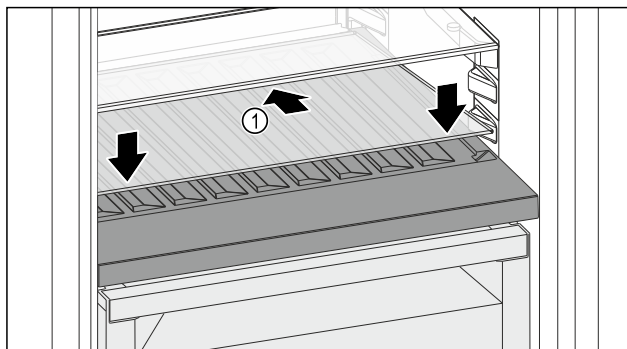

Fig. 185
- ▶ Skleněnou desku Fig. 185 (1) zasuňte šikmo a skloněnou dozadu dolů.
- ▶ Skleněnou desku Fig. 185 (1) vpředu spusťte dolů.